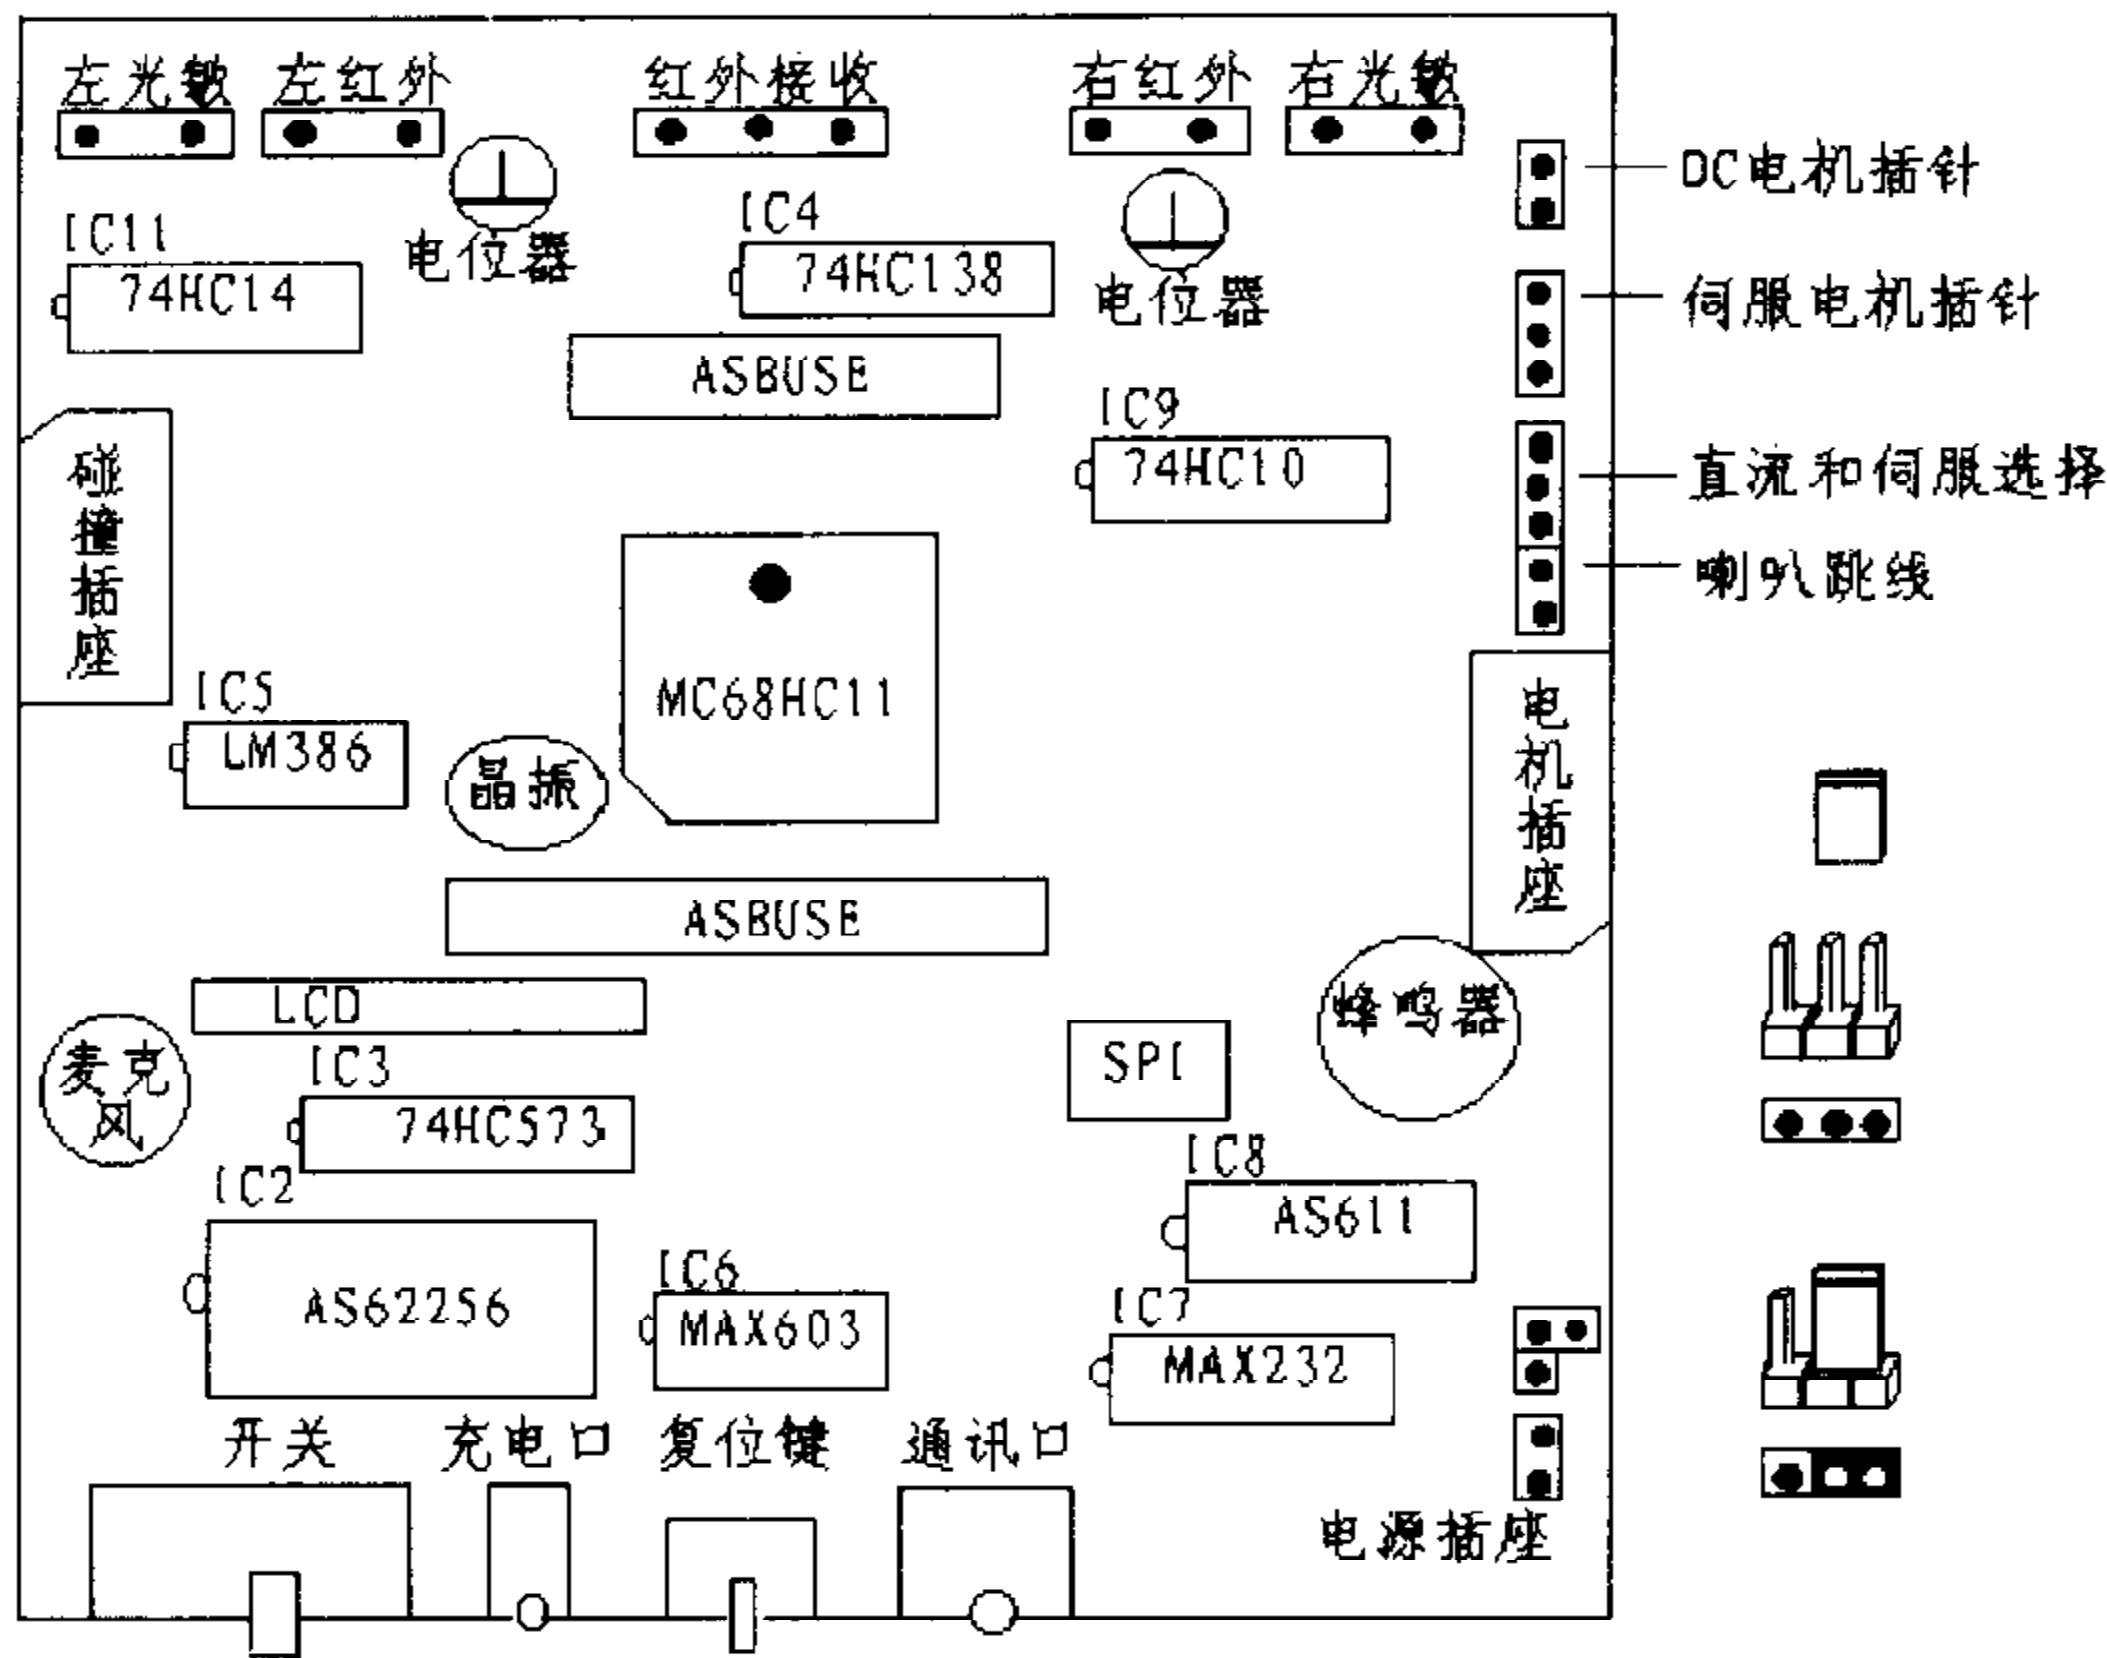

图 4.4 控制板布局图
- 扩展电机的连接如图 4.4 所示。将电机接在 DC 电机插针的位置，然后把跳线接在直流和伺服选择上。